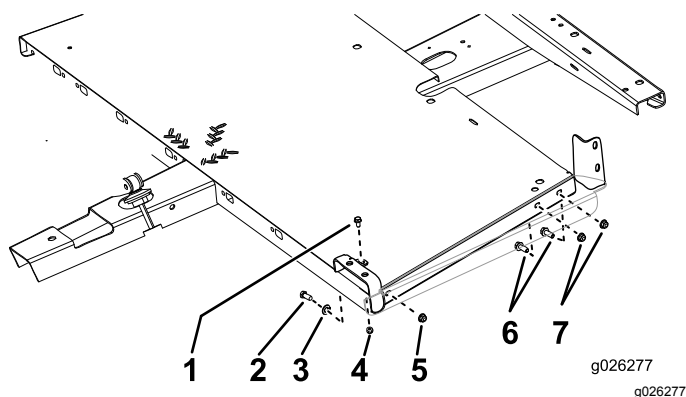

図3
1. 図3に示すように、フレームにフロアパネルを固定します。